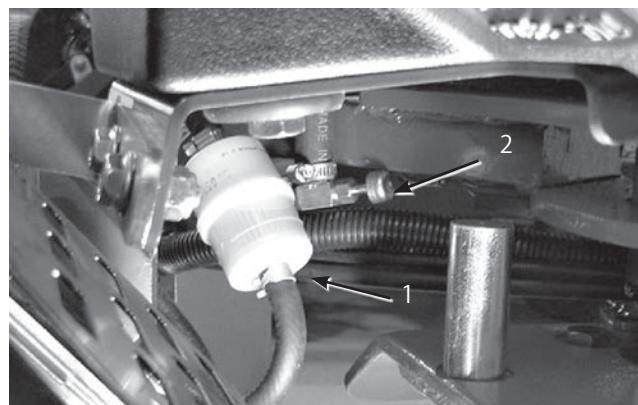

図50
3. 燃料バルブ (図50) を閉じる。
4. フィルタを固定しているホース・クランプをゆるめ、クランプをフィルタからはずす (図50)。
6. 新しいフィルタを取り付け、ホースをつないでクランプで固定する (図50)。
8. 燃料バルブ (図50) を閉じる。
2. 燃料バルブ（図50）を閉じる。
3. フィルタを固定しているホース・クランプをゆるめ、クランプをフィルタからはずす（図50）。
4. 燃料ラインからフィルタを外す（図50）。燃料バルブを開き、排出される燃料を容器に受ける。
5. 燃料ラインにフィルタを接続する。クランプで固定する（図 50）。